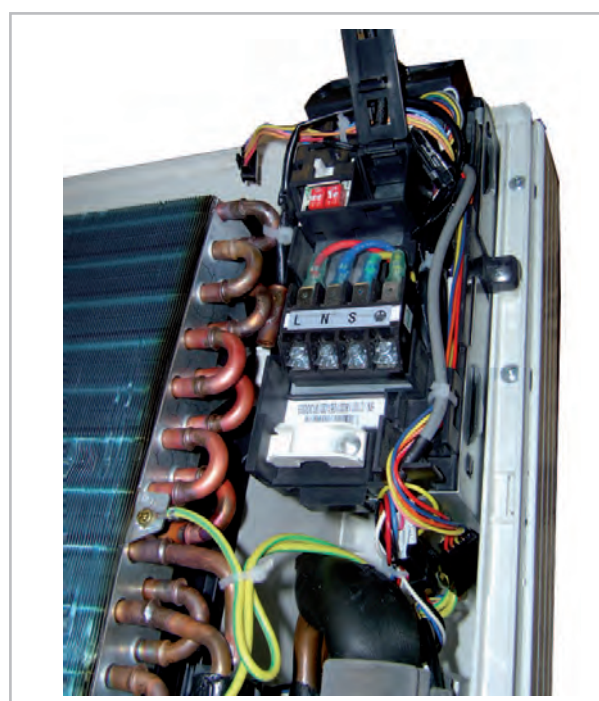

Abb. 15: Anschluss des Innengerätes
2. ➤ Lösen Sie die Abdeckungen auf der rechten Seite (Abb. 15).